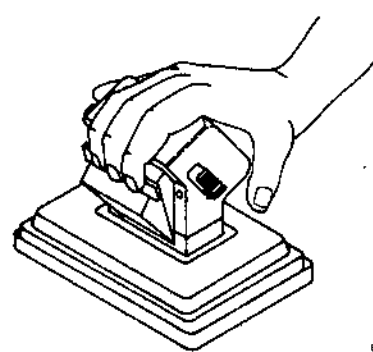

Figura 6
Paso 6: Levante completamente la palanca central del sistema RENOK para aspirar el inóculo a la tapa de transferencia y, a continuación, libere la presión manual: la sujeción mecánica mantendrá la palanca central en su sitio. Vea la Figura 6.